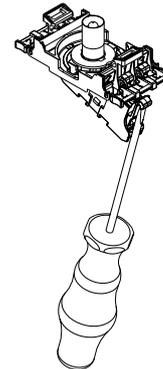

Fig. 12b
- 3b: Desmontagem do sinalizador luminoso (ver fig. 12b):